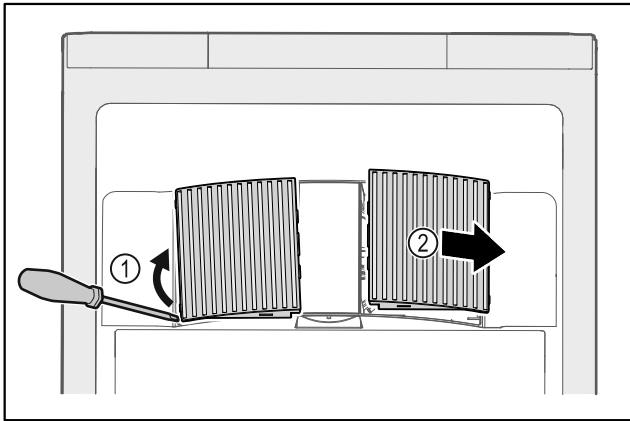

Fig. 228
- ▶ Ventilatoriaus uždangalus atsargiai nukelkite iš šono Fig. 228 (1) ir nuimkite į priekį Fig. 228 (2).